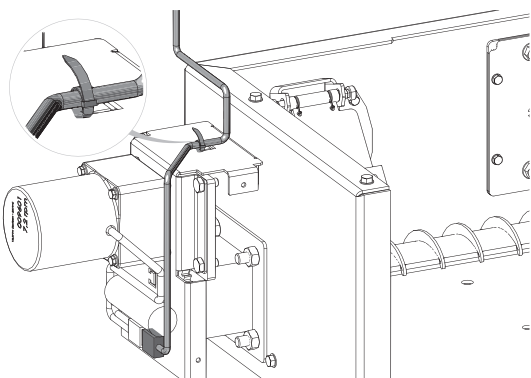
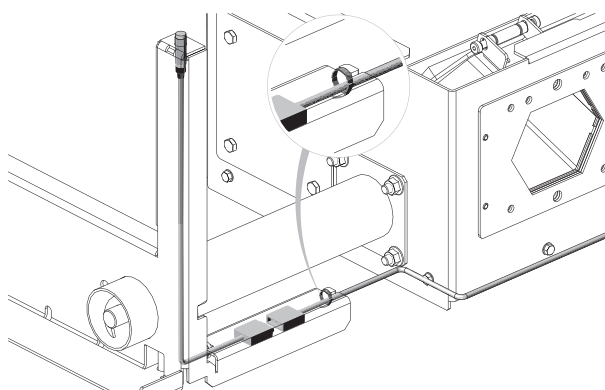

Fig. 122
Fig. 123
- ▶ Posare il cavo del motore e il cavo del sensore di prossimità, collegarli e fissarli con delle fascette – Fig. 122, Fig. 123.